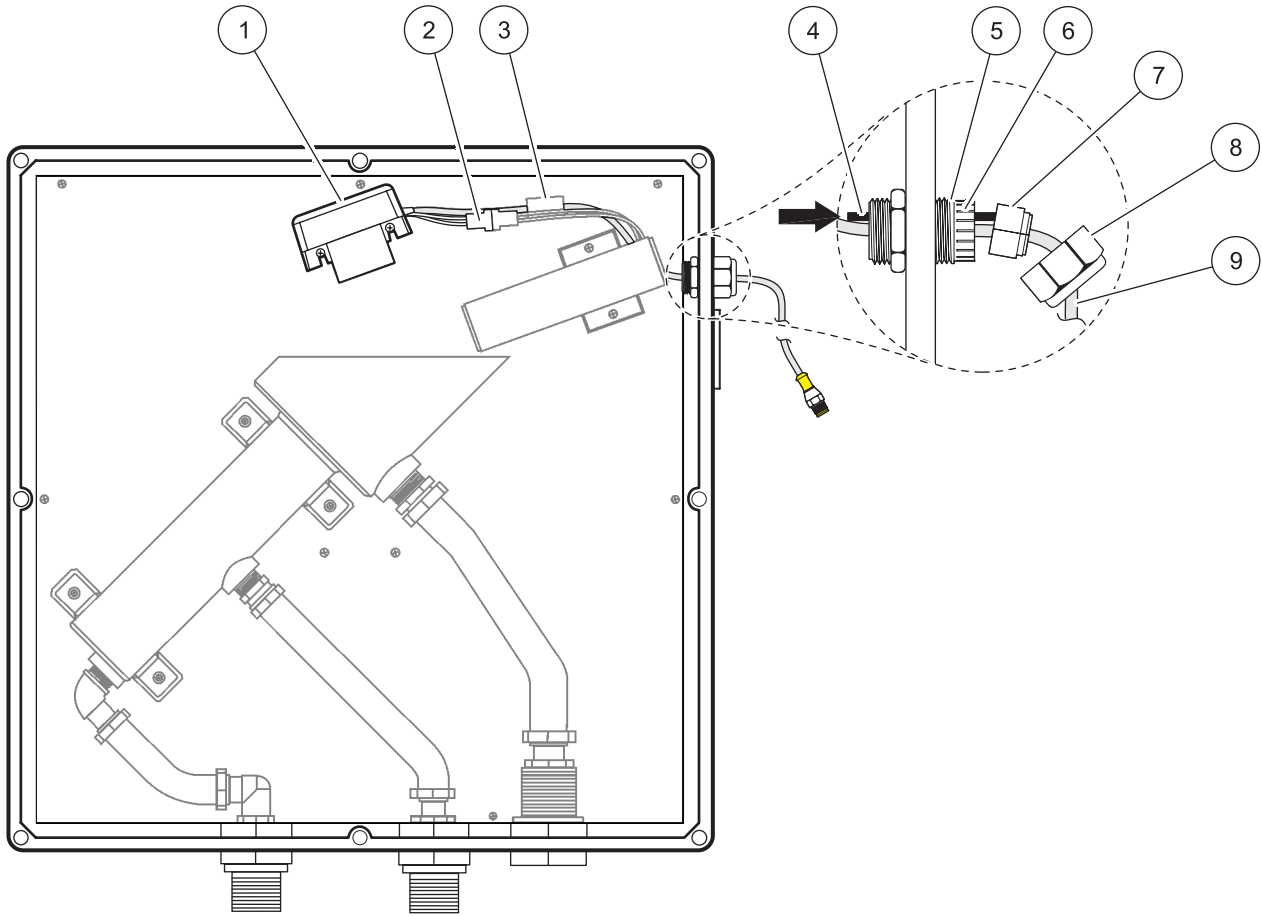

图 19 更换探测器总成
在部分 8.1 第 49 页中被作为更换件列出的探测器总成是一个密封的单元, 更换时要完全更换 (图 19)。
- 从控制器上拆下探测器电缆。旋出螺母 (图 19, 零件 8), 并将它从探测器电缆上取下。
- 将探测器电缆穿越去张力接头。打开电缆固定夹 (图 19, 零件 3), 取出电缆。
- 拧下把探测器固定到 SS7 sc 型的外壳壁上的两个螺钉。将整个探测器取下来 (图 19, 零件 1)。
8. 将探测器电缆穿越去张力接头。更换探测器电缆上分开的扣眼（注意图 19 中的方向）。在固定夹处逆时针旋转扣眼，将扣眼按回到去张力接头中。